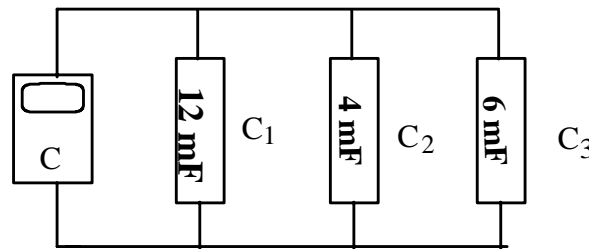

Figura 3
- 4.-De la misma manera que en el caso anterior conecte los mismos capacitores en paralelo y mida su capacitancia con el capacitómetro, tal como se indica en la figura 3.